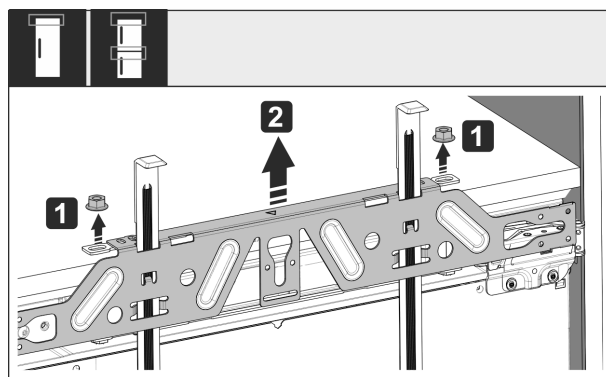

Fig. 55
- Otpustite protumatice Fig. 55 (1).
- Skinite Fig. 55 (2) pričvrtnu poprečnu letvicu.